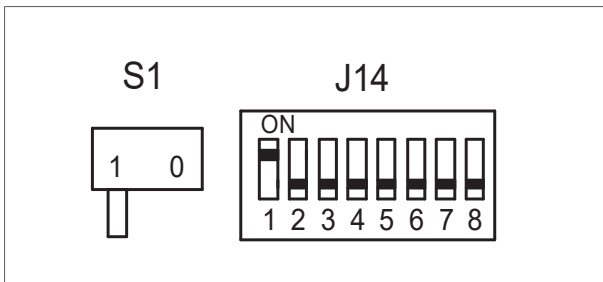

Figure 10 - Positions des commutateurs S1 et J14
- a. Positionner comme suit les commutateurs S1 et J14 du module de commande (figure 10/11) :